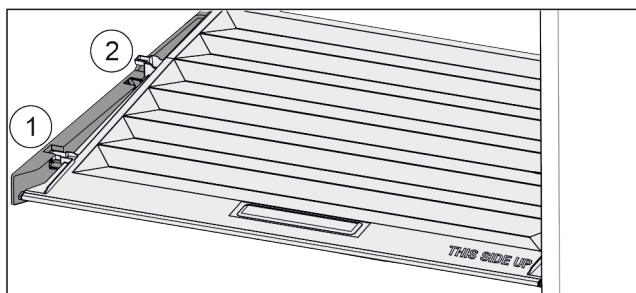

Fig. 96
- ▶ Pokrywę pociągnąć do przodu Fig. 96 (1), aż otworzy się w elementach trzymających.
- ▶ Podnieść tył od dołu i w wyjąć Fig. 96 (2) go do góry.